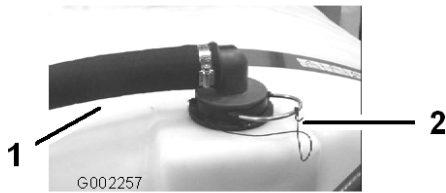

Bild 62
2. Nehmen Sie die Halterung von dem roten Anschluss ab, an den der dicke Schlauch oben am Behälter angeschlossen ist (Bild 62).
3. Schließen Sie den Schlauch vom Behälter ab (Bild 62).